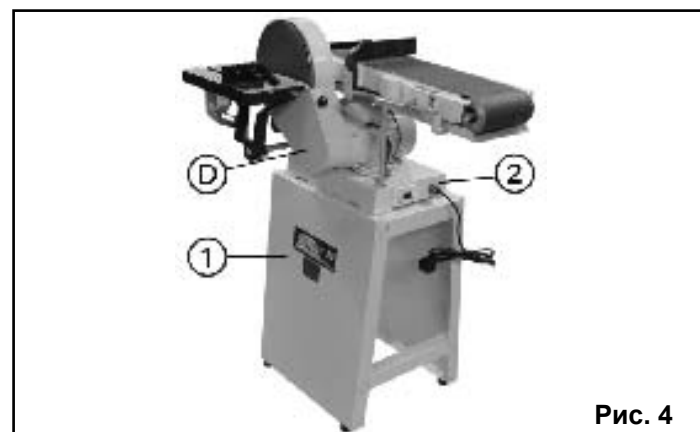

Рис. 4
8.2. Соединение машины и основания (Рис.4)
(D) с основанием (1) через эти отверстия болтовыми соединениями, Рис. 4.